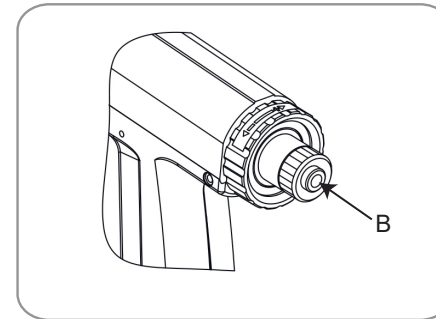

Fig. 4
Según se observa en la Fig. 4, girando el pomo (B) conseguirá aumentar o disminuir la potencia de aspiración en función del diámetro del vástago que esté utilizando. Con el pomo cerrado, aumente la succión con la boquilla hacia abajo hasta comprobar que el vástago es enviado al depósito. Si abre el pomo en exceso perderá fuerza de succión.